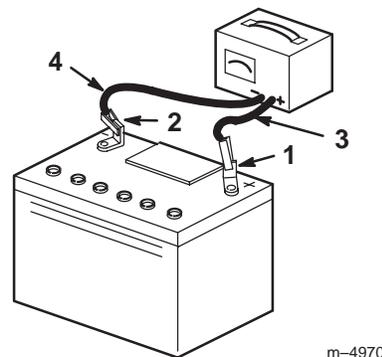

Figure 18
4. Quand la batterie est chargée au maximum, débranchez le chargeur de la prise, puis débranchez les fils du chargeur des bornes de la batterie (Fig. 18).